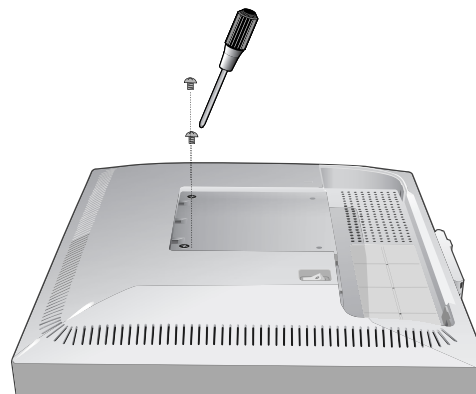

Abbildung M.5
6. Entfernen Sie die beiden Schrauben oben am Monitor (**Abbildung M.5**). Der Monitor kann jetzt auf andere Art montiert werden.